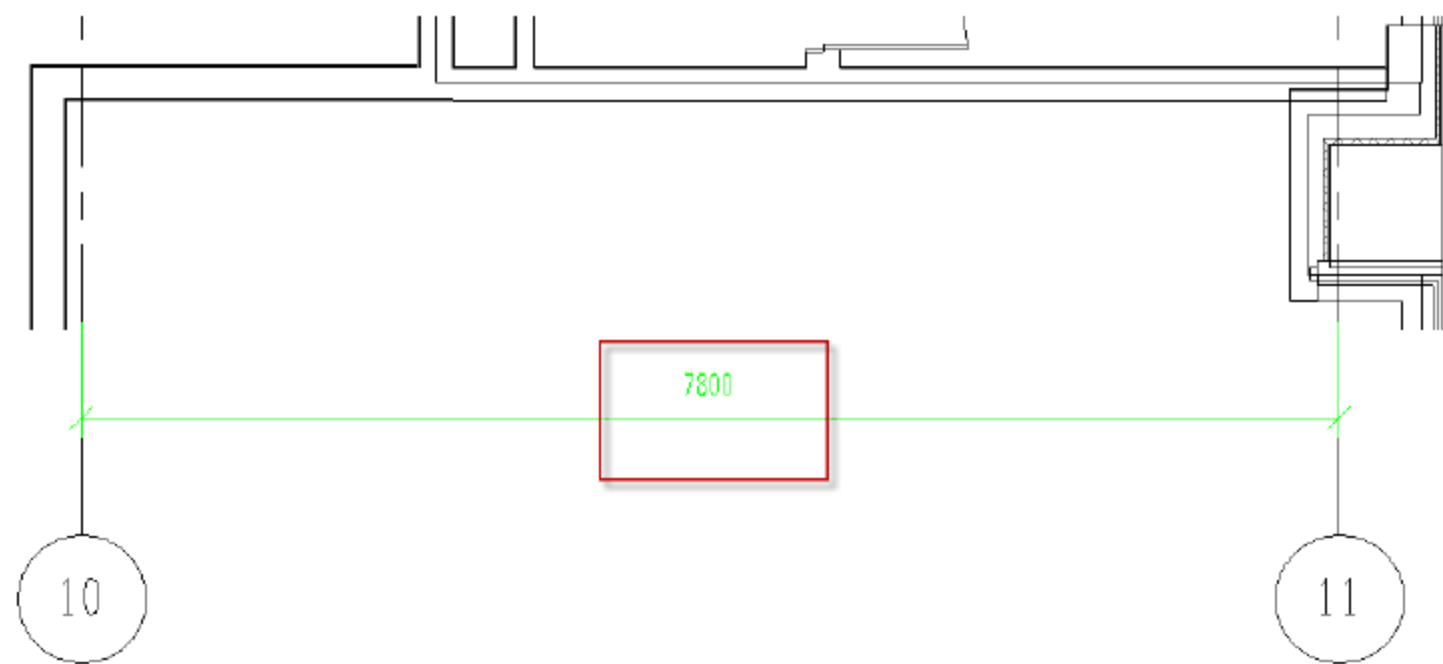

图 13.1.30 尺寸标注
(4) 尺寸标注。按快捷键 D+I，系统会自动调用上次操作的标注样式，移动视图到下方，从左向右对 10 轴和 11 轴的尺寸进行标注，完成后如图 13.1.30 所示。